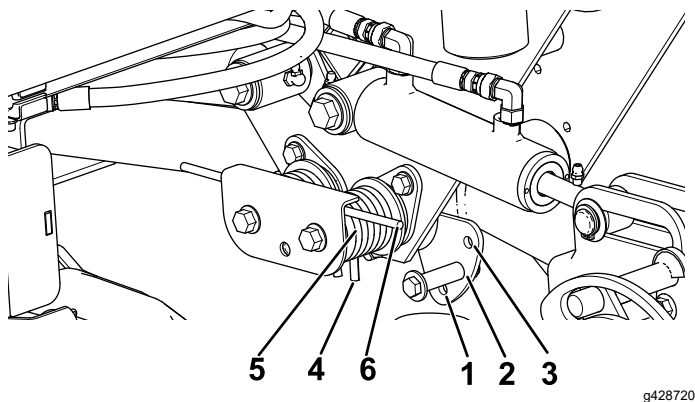

图 45
要更改下压力配置必须拆下收集盘以便从一侧改变两根弹簧弹簧的短端必须骑在收集组件的上缘上图 45。
- 将一个管子或类似物体插入长弹簧一端并在调节过程中降低弹簧张力 (图 45)。
- 在降低弹簧张力时拆下将弹簧传动器固定到支架上的螺栓和锁紧螺母 (图 45)